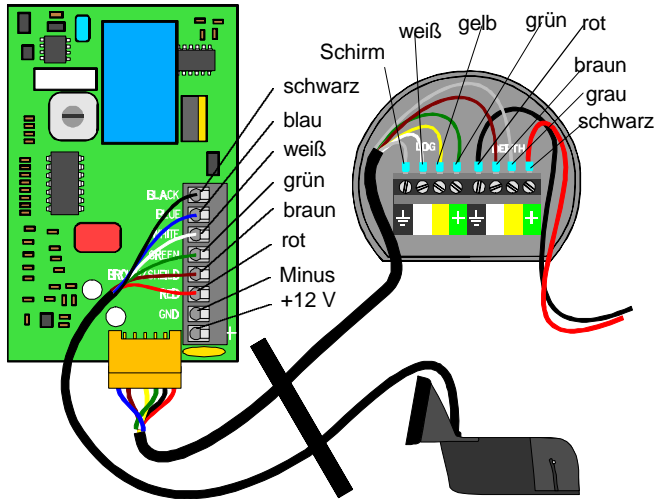

Abbildung 5: Anschluß der Kabel
- Befestigen Sie das Kabel an der Außenseite des Achterspiegels mit Hilfe der Kabelschellen und der Kabeldurchführung wie in Abbildung 5 dargestellt.
- Schließen Sie die Kabel entsprechend der Darstellung in Abbildung 5 in der Anschlußbox an.
Der Geber wird über eine Anschlußbox, die einen Verstärker für das Echolot enthält, mit dem Anzeigergerät verbunden. Öffnen Sie die Anschlußbox und ziehen Sie die Platine heraus. Das Geberkabel wird an die Klemmleiste lt. Abbildung 5 angeschlossen. Der Stecker des Verbindungskabels wird an der Anschlußbox aufgesteckt und am Anzeigergerät lt. Abbildung 5 angeschlossen.